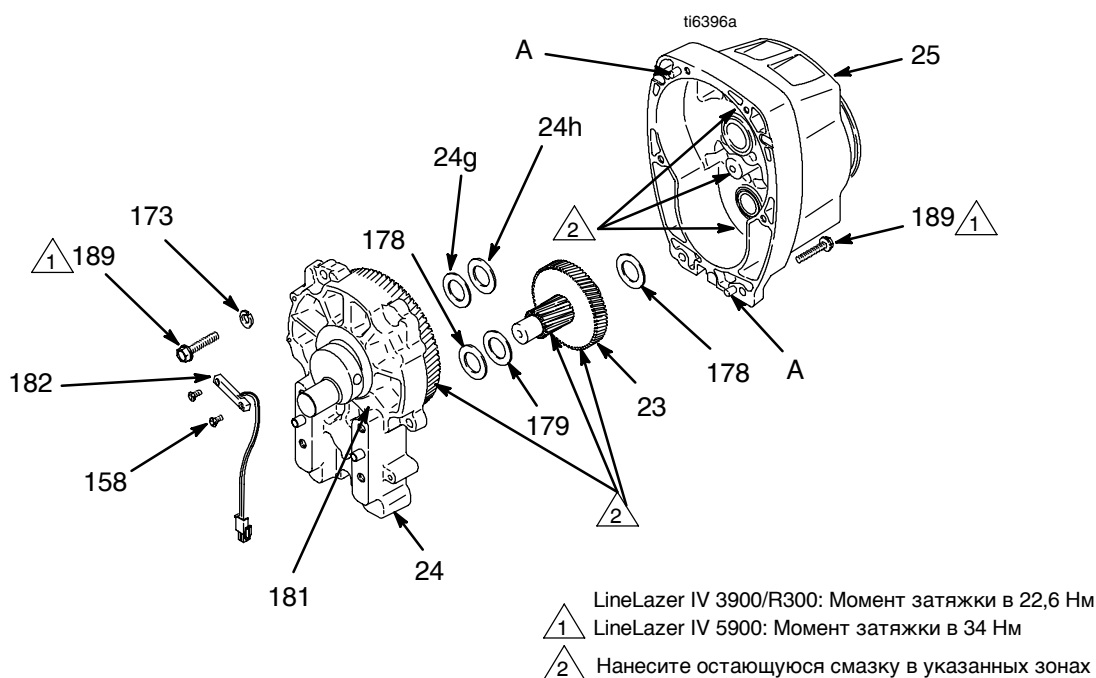

Рис. 3
2. См. Рис. 3. Снимите корпус подшипника. Выполните операции, описанные в разделе **Корпус подшипника и шатун** на стр. 11.
3. Выкрутите два винта (158) и снимите геркон (182).
4. Выкрутите шесть винтов (189) из корпуса шестерни (25).
5. Легкими ударами молотка по окружности корпуса привода (24) отделите его. Извлеките корпус привода непосредственно из корпуса шестерни. Будьте готовы подхватить блок шестерен (23), который также может отделиться.
1. Обильно набейте подшипниковой смазкой (поставляемой с запасным блоком шестерен) блок шестерен (23) и зоны, указанные в примечании 2.
2. Наденьте шайбу бронзового цвета (24g) на вал, выступающий из большого вала корпуса привода (24). Наденьте шайбу серебристого цвета (24h) на корпус шестерни. Очистите сопряженные поверхности корпусов шестерни и привода. Совместите шестерни, затем надвиньте корпус нового привода непосредственно на корпус шестерни с установочными штифтами (B).
3. Вкрутите шесть винтов (189). Попеременно затяните их в соответствии с примечанием 1 к Рис. 3.
4. Установите геркон (182) с помощью двух винтов (158).